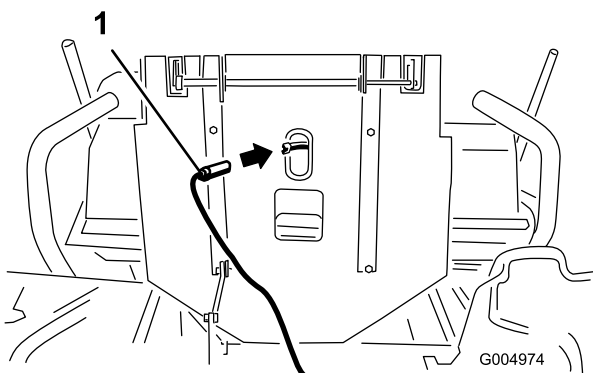

Figura 5
6. Desenchufe el arnés de cables del interruptor del asiento de la base del asiento (Figura 5).